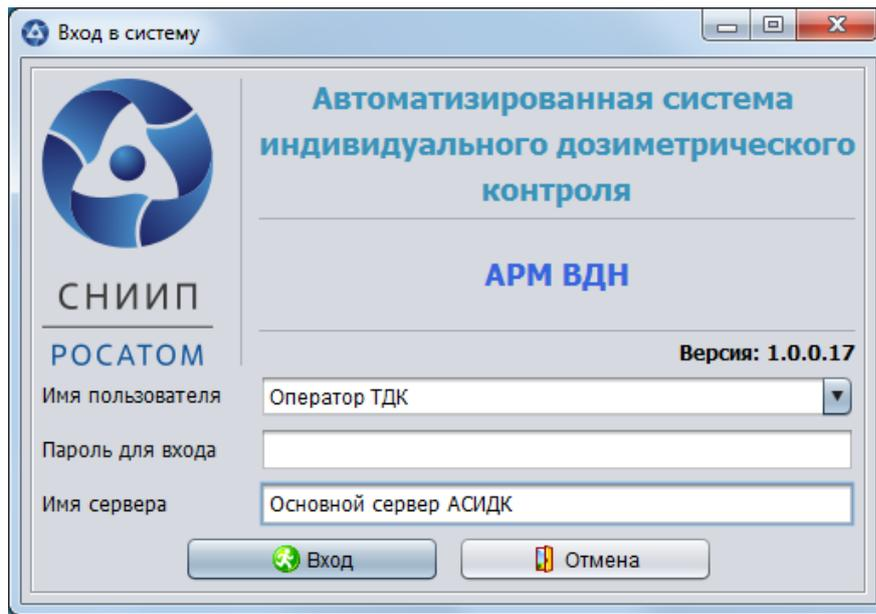

Рисунок 1
3.2.1. Для запуска необходимо выполнить процесс входа в систему (авторизации). Пример окна входа в систему (при запуске из КП «Оперативный контроль») представлен на рис. 1. Окно предназначено для авторизации пользователя, разрешения или запрета работы с КП «Оперативный контроль» и записи информации о запуске.